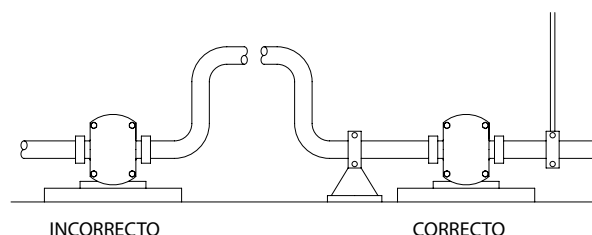

Figura 2.3.1
La instalación, la operación o el mantenimiento incorrecto del equipo puede causar lesiones personales graves y/o daños en el equipo y se anulará la garantía. Asegúrese de que la tubería esté bien soportada ya que la bomba no está hecha para servir este propósito. Tenga en cuenta que la tubería llena de líquido es muy pesada. Consulte la figura 2.3.1 para el trazado recomendado de la tubería.
Nunca ponga la bomba en funcionamiento si la tapa frontal y/o el arreglo de tubería de aspiración/descarga no están puestos en su lugar. Asegúrese de que sean instalados correctamente, consulte la figura 2.3.1. Asimismo, nunca debe poner la bomba en funcionamiento si faltan otras protecciones o están mal instaladas, como por ejemplo, el acoplamiento y las guardas del eje.
- Asegúrese de que las tuberías estén bien soportadas. No utilice la bomba para soportar la tubería. Consulte la figura 2.3.1